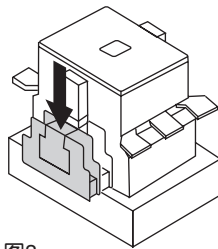

图3
- (3) 按入辅助触点单元，直至与主件的辅助触点单元相同的位置。（图3）